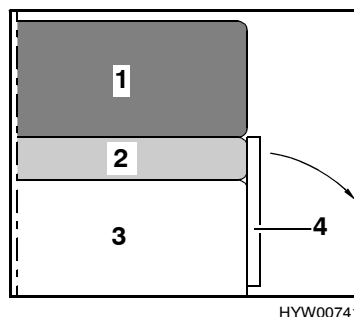

Fig. 52 Prima della trasformazione
- Sbloccare il lato anteriore del cassone letto (Fig. 52,4) dall'arresto.